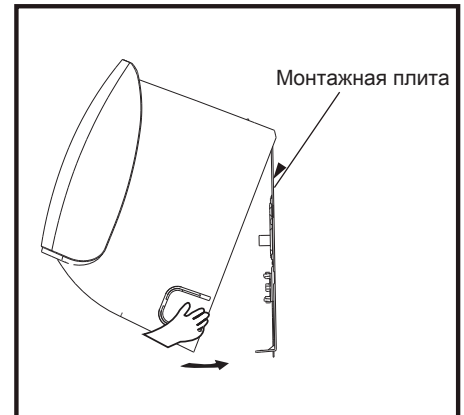

Рис. 7
1) Повесьте блок на монтажную плиту (Рис. 7).